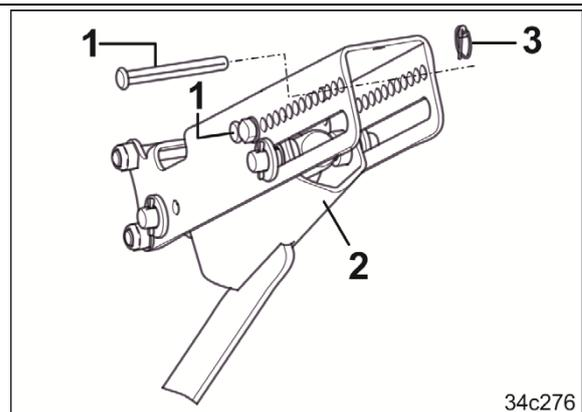

Fig. 125
2. Insertar un perno (Fig. 125/1) por encima y por debajo del tope (Fig. 125/2) en el segmento de ajuste y asegurarlos con pasadores clavija (Fig. 125/3).